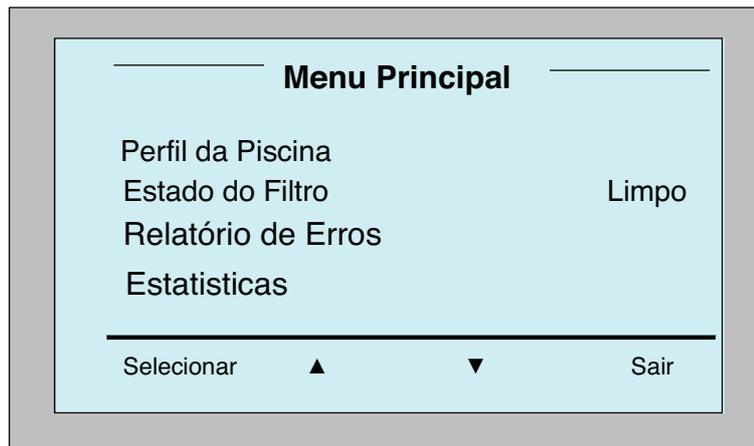

Figura 7: Menu principal
2. Pressione **Menu** para entrar no *Main Menu* (Menu principal) (Figura 7).
O Dolphin Wave foi projetado para lidar com quatro diferentes configurações de piscina, e quando elas são configuradas, são armazenadas na memória do MMI. O robô é pré-configurado de fábrica, com configurações padrão específicas de piscinas que podem ser reconfiguradas. Consulte a primeira tela do Menu Principal, Figura 7 e, página 8.